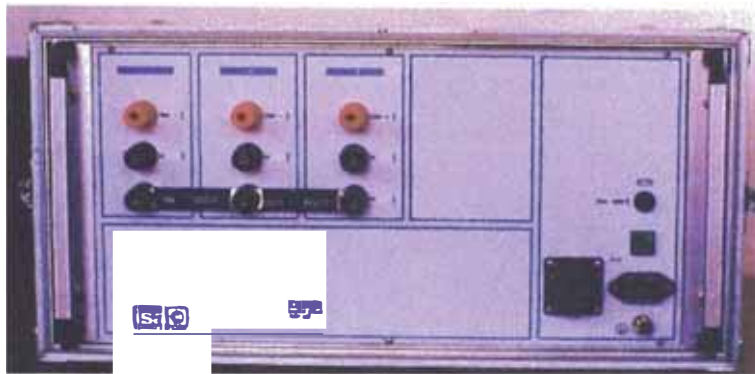

Figura IV.2
4.2.1 Módulo de corriente (Ver Figura IV.2)